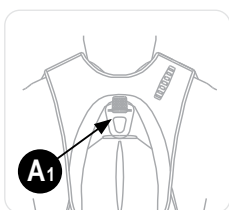

Figure 17
- Connectez le mousqueton de la longe avec absorbeur d'énergie au point d'attache antichute marqué **A1** (voir Figure 17). **A1** est le seul point d'attache qui fonctionne avec la fonction de sauvetage du Latchways PRD.